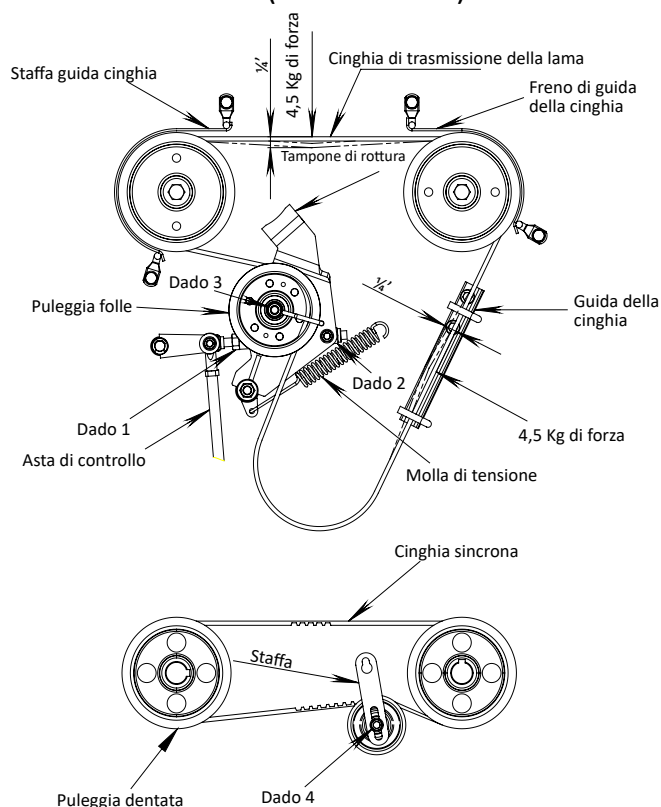

FIG 9.
- Rimuovere la copertura della cinghia. Regolare la cinghia del piatto del tosaerba usando un misuratore di tensione della cinghia. Innestare la leva di azionamento della lama, tendere la cinghia del tosaerba e regolare la cinghia in modo che la cinghia si muova di 0,6 cm con 4,5 kg di pressione. Regolare la tensione stringendo o allentando il dado M10. (Vedere FIG 9).
- Inserire la leva di azionamento della lama, allentare il dado, tendere il foro a forma di vita in avanti. Assicurarsi che il serraggio della cinghia sia adeguato. (Dare al lato tensione della cinghia la forza di 1-2KG, la deflessione della cinghia è 7-9mm) (Vedere FIG 9)
- Rimuovere la cinghia di trasmissione della lama secondo il metodo di riferimento 5.2.2, poi allentare il dado nella puleggia folle, prendere la cinghia sincrona dal perno dell'asse, poi installare la nuova cinghia sincrona in ordine inverso. (Vedere FIG 9)
Provare il sistema di freno della lama; il cuscinetto del freno della lama può fare in modo che le lame rotanti rapide smettano di funzionare in 3 secondi. (Vedere FIG 9)